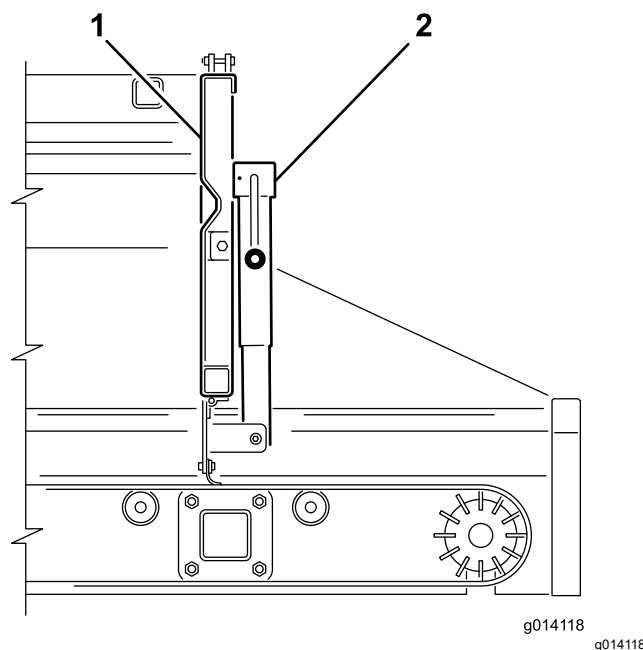
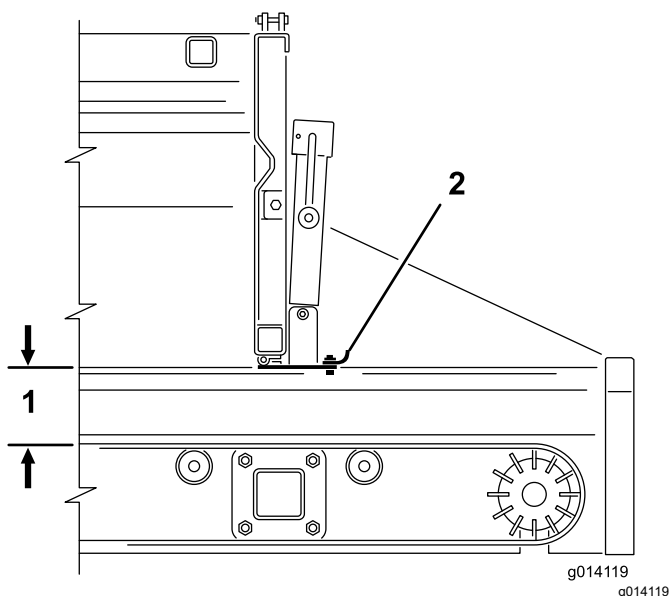

Figura 43
Figura 44
2. Utilize o manípulo do macaco para abrir ou fechar a secção ajustável da porta traseira (Figura 43 e Figura 44). Isto limita o fluxo de materiais quando utilizar um acessório.